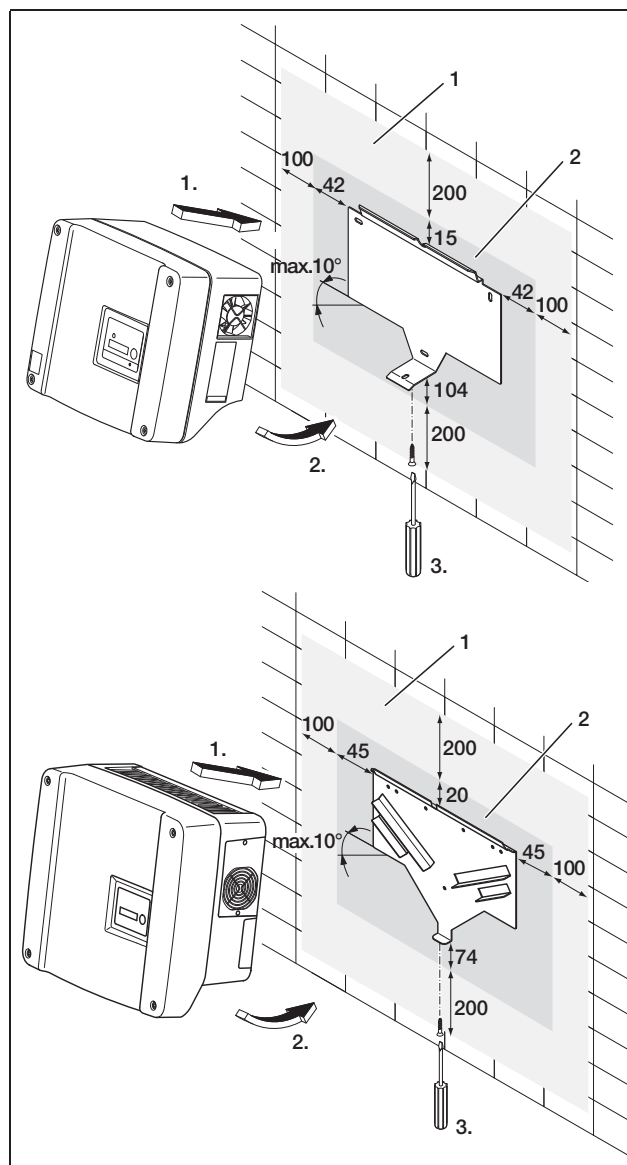

Abbildung 7: Wechselrichter montieren (oben: PIKO 3.0/3.6/4.2/5.5, unten: PIKO 8.3/10.1)
- Um eine ausreichende Kühlung zu gewährleisten, muss oberhalb und unterhalb des Wechselrichters ein Freiraum von mindestens 200 mm bleiben. Links und rechts muss ein Freiraum von mindestens 100 mm bleiben (siehe Abbildung 7, Seite 12).